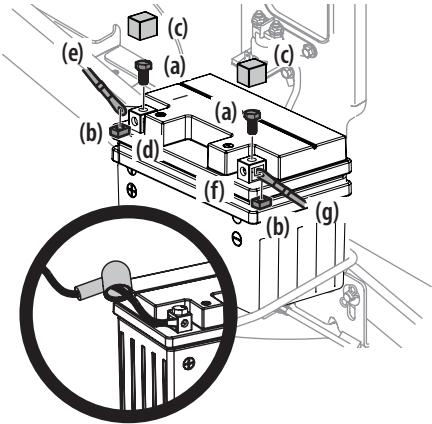

Figura 13
1. Extraiga los tornillos hexagonales (a) y las tuercas cuadradas (b) situados en el extremo del arnés de cables o en la bolsa que acompaña a este manual. Guarde los herrajes para uso posterior. Consulte la Figura 13.
2. Retire la cubierta plástica (c), si está presente, del borne positivo de la batería (d) y una el cable rojo (e) al borne positivo de la batería (b) utilizando uno de los tornillos hexagonales (a) y las tuercas cuadradas (b) que se extrajeron en el paso 1. Use un destornillador Philips. Consulte la Figura 13.
- Retire la cubierta plástica (c), si está presente, del borne negativo de la batería (f) y una el cable negro (g) al borne negativo de la batería (f) utilizando el tornillo hexagonal restante (a) y la tuerca cuadrada (b). Consulte la Figura 13.
- Coloque el capuchón de caucho rojo por encima del borne positivo de la batería para protegerlo contra la corrosión. Vea el inserto en la Figura 13.